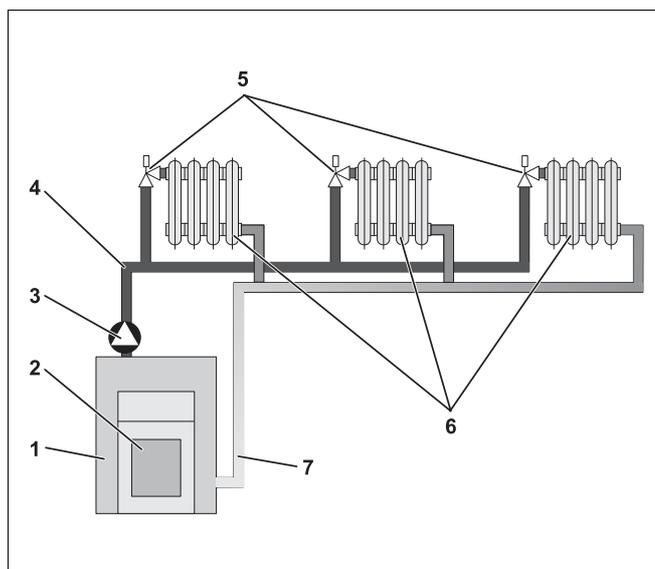

Рис. 1 Схема системы отопления с насосом
На рис. 1 показан отопительный контур с насосом: горелка [2] нагревает воду в котле [1]. Насос [3] перекачивает эту котловую воду по подающей линии [4] к отопительным приборам [6]. Вода проходит через отопительные приборы и отдает при этом часть своего тепла. По обратной линии (7) вода возвращается в котел и затем вновь циркулирует по отопительному контуру.
Отопительный контур представляет собой циркуляционный контур, по которому вода из котла поступает в отопительные приборы и из них обратно в котел (→ рис. 1, стр. 6). Обычный отопительный контур состоит из теплогенератора (котла), подающей линии, отопительных приборов и обратной линии. Циркуляцию воды в отопительном контуре обеспечивает насос, установленный на подающей линии.